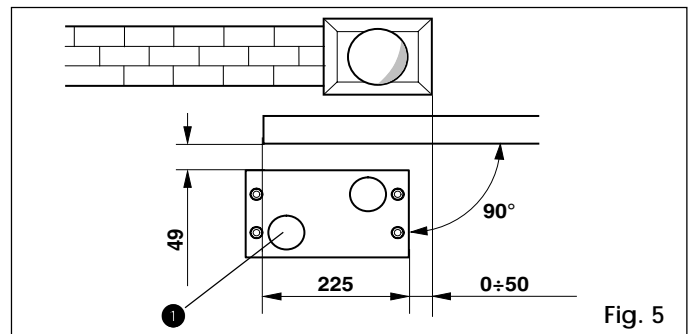
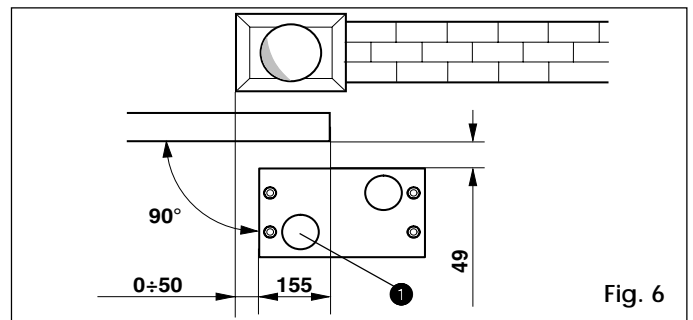

Fig. 5
Fig. 6
- 2) La plaque de fondation à sceller doit être impérativement positionnée comme indiqué Fig.5 (fermeture vers la droite) ou Fig. 6 (fermeture vers la gauche) pour garantir le bon entraînement du pignon avec la crémaillère.